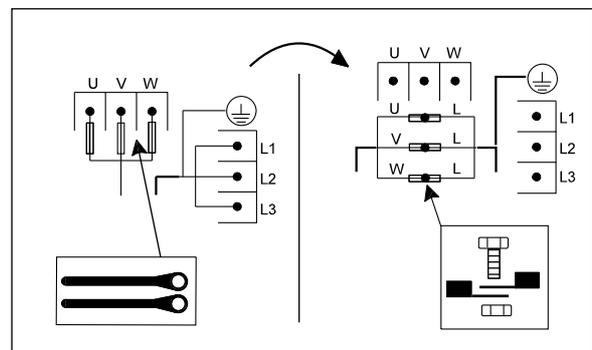

Fig. 45 Comment commuter une pompe électronique d'un fonctionnement normal à un fonctionnement de secours
3. Connecter les conducteurs comme indiqué à la fig. 45.